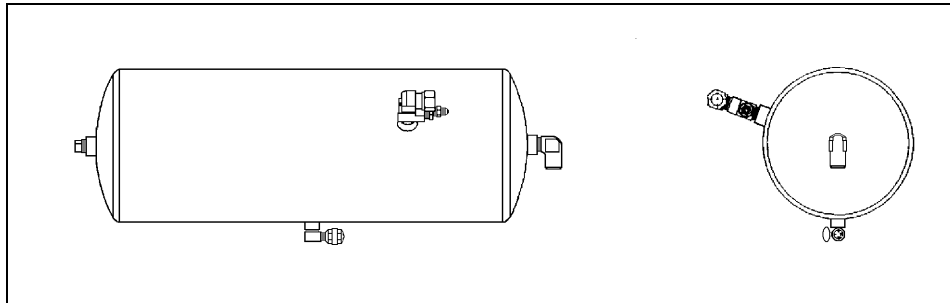

FIGURE 1: RÉSERVOIR HUMIDE
4. Purger l'air du réservoir humide en ouvrant le robinet de vidange situé sous le réservoir (voir la fig. 1).